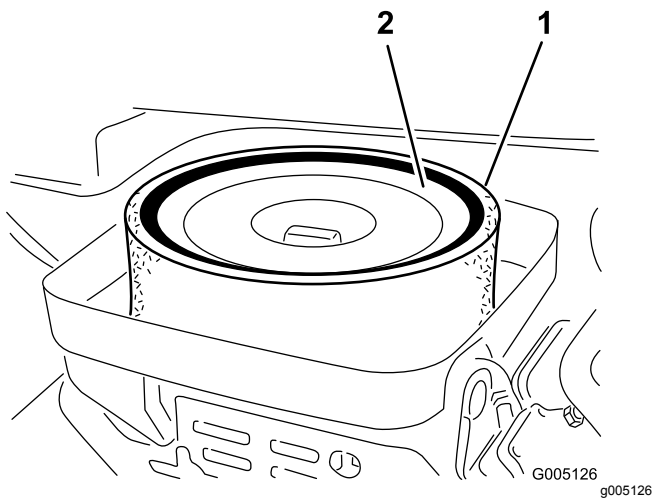

图32
3. 卸下将滤芯固定到空气滤清器壳体上的蝶形螺帽图32。
4. 如果泡沫滤芯变脏请将其从纸质滤芯中取出图32。按照以下方式彻底清洁滤芯